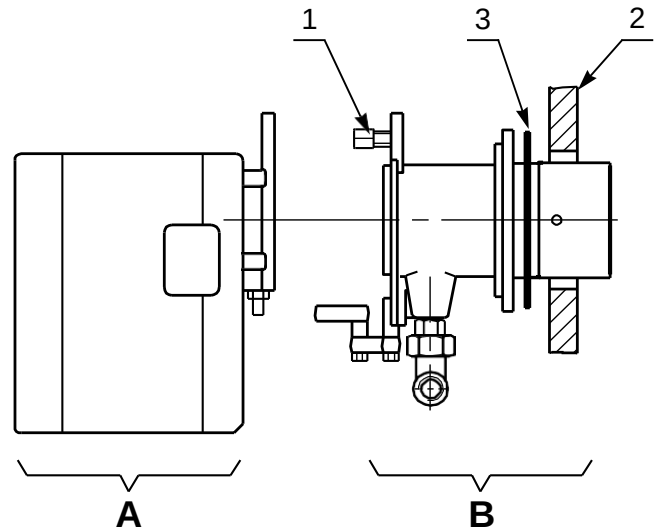

рис. 10
- Отсоедините головку сгорания в сборе от корпуса горелки, открутив гайку 1) и сняв группу А) (рис. 10).
- Закрепите группу В) (рис. 10) на плите 2) котла, вставив прилагаемую изолирующую прокладку 3).